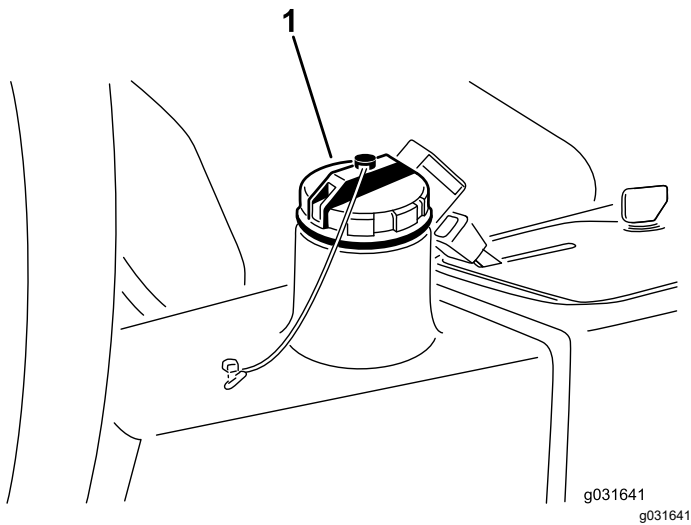

Bild 65
2. Reinigen Sie den Bereich um den Einfüllstutzen und den Deckel des Hydraulikölbehälters (Bild 65).
3. Nehmen Sie den Deckel des Hydraulikbehälters ab (Bild 65).